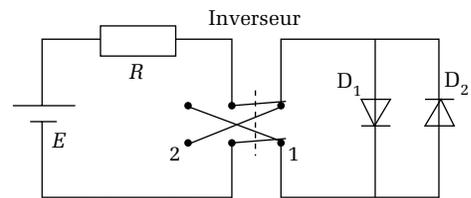

**Figure 17.2.** Symbole d'une diode et convention d'orientation choisie
Vue de l'extérieur, une diode est un dipôle présentant deux bornes : les électrodes. L'une est l'anode (A), c'est celle qui est reliée à la partie dopée P ; l'autre est la cathode (K), c'est celle qui est reliée à la partie dopée N. La figure 17.2 donne le symbole général d'une diode associé à une convention d'orientation : la convention récepteur.